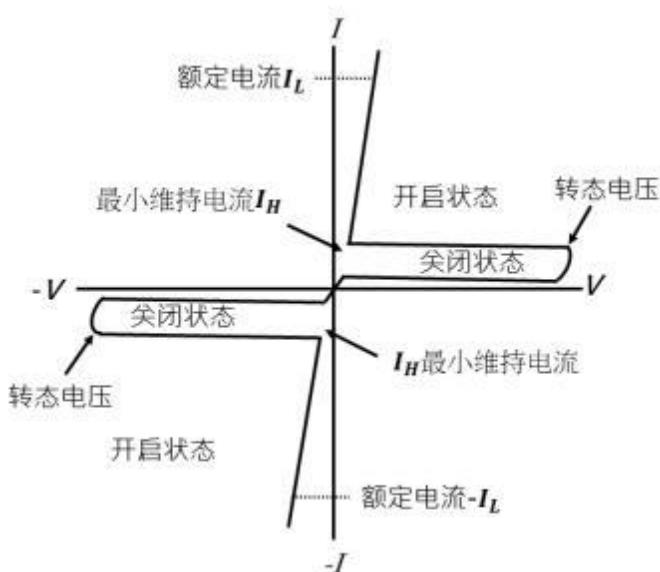

图 2.TRIAC 特性曲线图
- (1) 中断两端点(T_1 和 T_2)的电压(开路或短路)。
- (2) 改变两端点(T_1 和 T_2)的电压极性(如使用交流电则会自动截止)。
- (3) 将导通的电流降低至维持电流 I_H 以下(可参考图 2)。